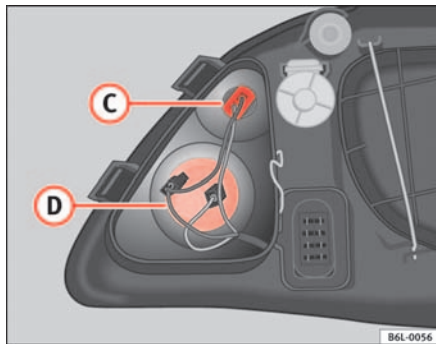

Abb. 147 Blinklicht
- Die Lampenfassung nach links drehen und auf ihrer Aufnahme entnehmen ⇒ Abb. 147 **D**.